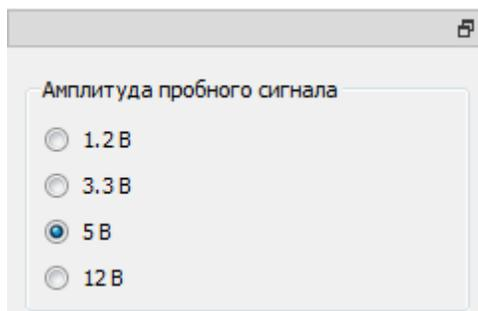

Рисунок 10. Выбор амплитуды пробного сигнала
- Кнопками «Амплитуда пробного сигнала» (рисунок 10) выбирается амплитуда генерируемого на выходе измерительных щупов сигнала для снятия ВАХ.